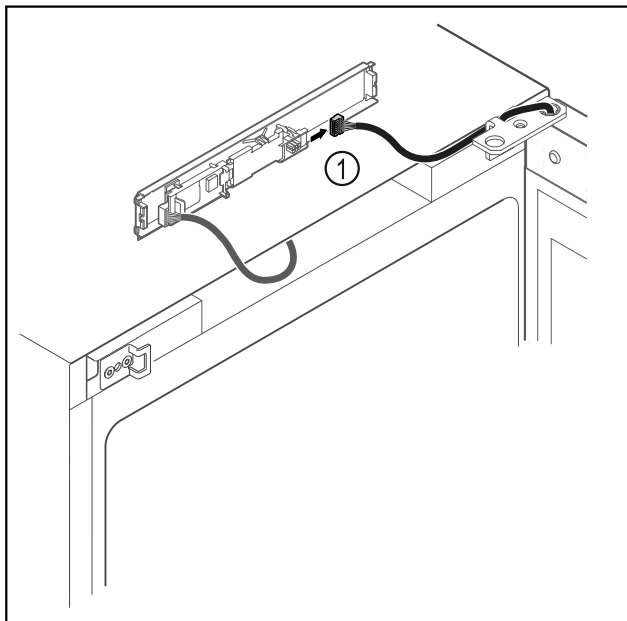

Fig. 20
- Odvojite utikač Fig. 20 (1) od tiskane pločice.